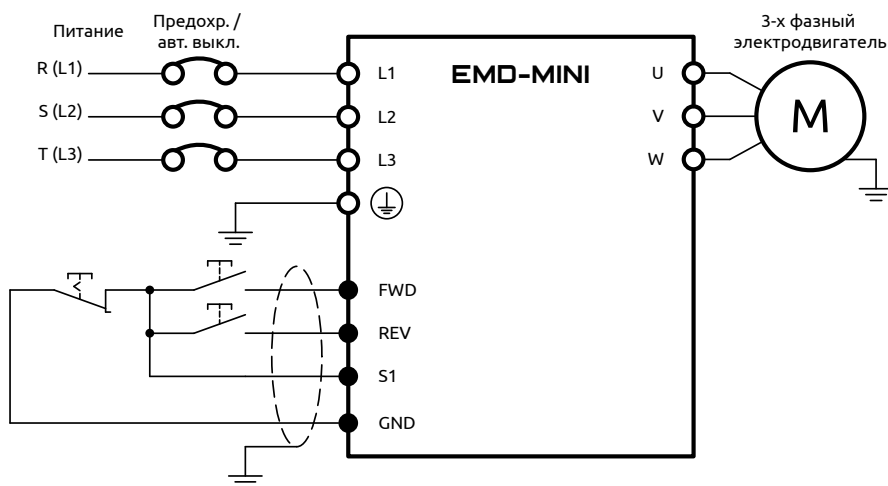

Рисунок 30 – Применение дискретных входов для пуска и останова ПЧ (контакты без фиксации)
2) Трехпроводная схема подключения. Используются контакты без фиксации (см. рисунок 30)